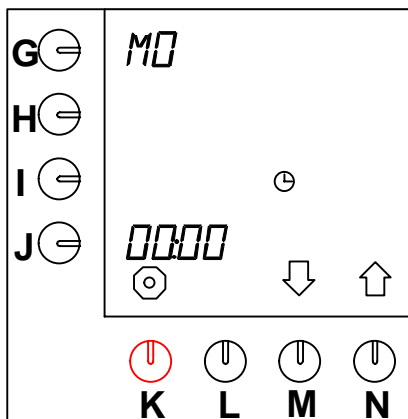

Fig. 41 Aktuell dag och tid
- Tryck på valtangenten (N.)↑ tills fig. 41 visas på displayen.
- Timinställningen bredvid programmeringstangenten börjar blinka (fig. 41).